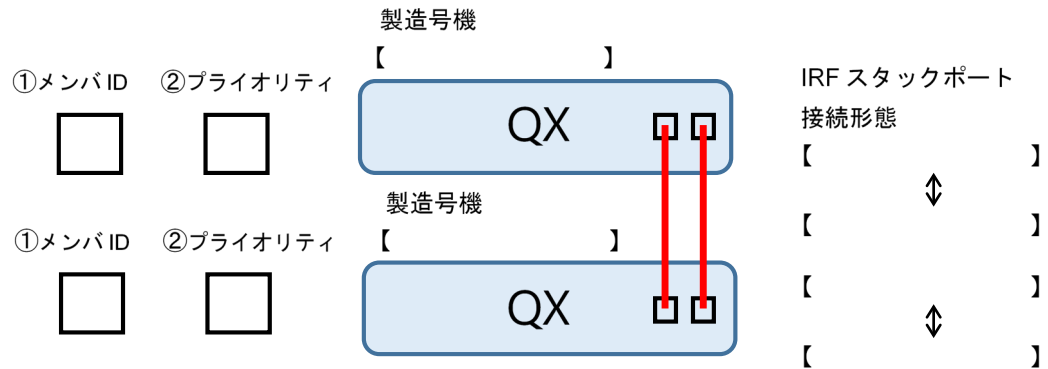

図 8-1 IRF スタック構成図
IRF スタック構成時の交換作業を実施する前に”単体構成時の情報入手”に記載された 4 点に加え、お客様より IRF スタック構成時の情報を入手してください。図 8-1 を参考にし て記録しておいてください。お客様から IRF スタック構成時の情報を入手できない場合は、営業部門、SE 部門にエスカレーションして情報を入手してください。事前にお客様また
上記表示例の MemberID が IRF スタックメンバ ID になります。図 8-1 の①に該当します。Priority がプライオリティになります。図 8-1 の②に該当します。Description が IRF スタックメンバスイッチの説明になります。Mac persistent が IRF スタックブリッジ MAC アドレスの維持時間になります。Auto upgrade がソフトウェアオートアップグレードの設定となります。